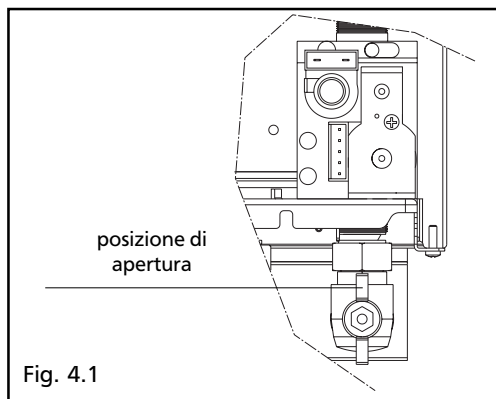

Fig. 4.1
- aprire il rubinetto del gas ruotando in senso antiorario la manopola sotto la caldaia, per permettere il flusso del combustibile (fig. 4.1)